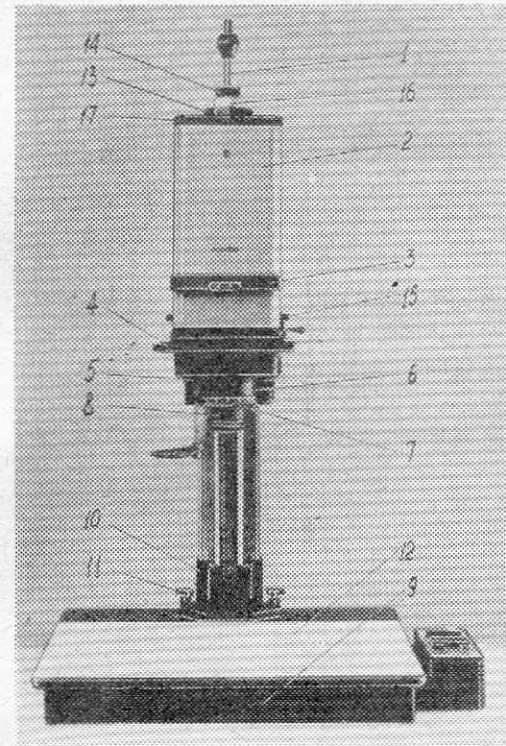
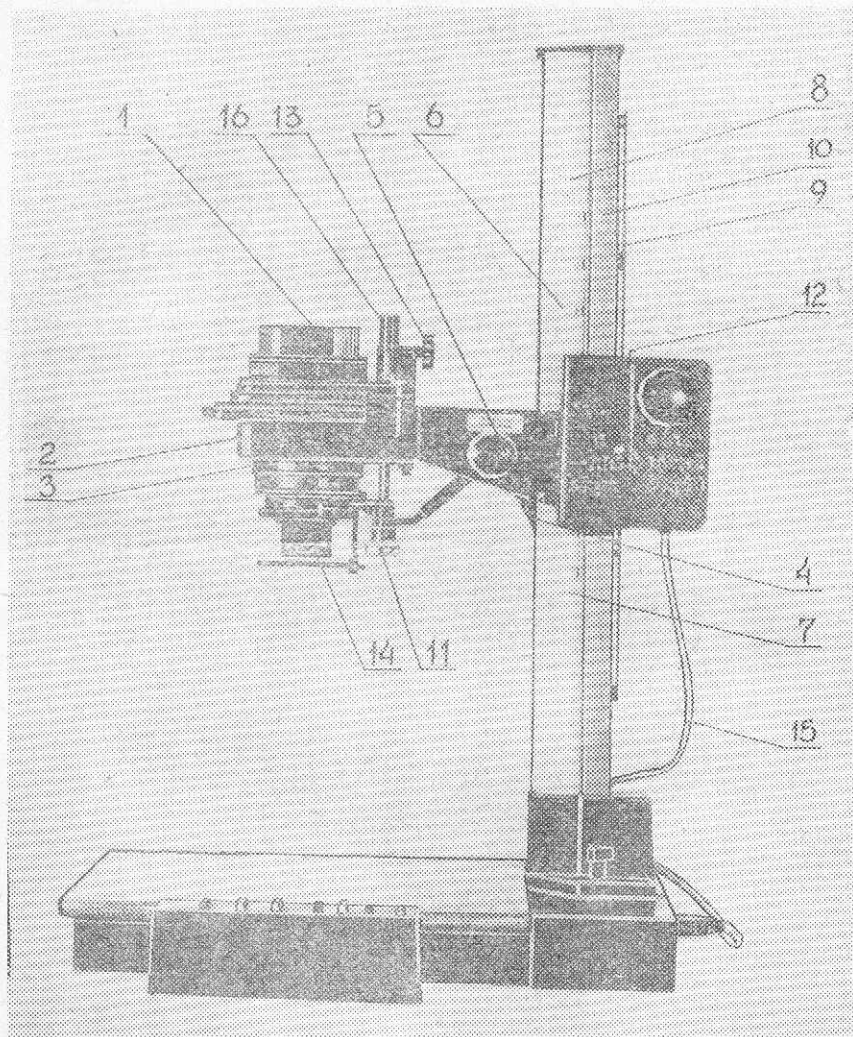

Рис. 2. Фотоувеличитель «Азов», вид спереди:
Рис. 3. Фотоувеличитель «Азов» без осветителя:
Проекционная головка 1 с кронштейном 2 перемещается вверх-вниз по штанге 4 с помощью электропривода 3. Штанга крепится к основанию 6 фотоувеличителя с помощью опоры 10 (рис. 2) и затягивается двумя рукоятками 11. Спереди к штанге крепятся два лекала 6 и 7 (рис. 3), закрытые с боков щитками 8 с оцифровкой масштаба увеличения.
В кронштейне 2 размещен двуплечный рычаг 4 (рис. 3) автофокусировки. Рукоятка 5 переключения автофокусировки с одного локала на другое выведена на боковую стенку кронштейна.
- снимите со стержня опоры 10 (рис. 2) гайку, шайбу и прокладку;
- закрепите штангу к основанию рукоятками 11 (рис. 2);
- отверните на кожухе осветителя 2 два невыпадающих винта 15 (рис. 2) и снимите кожух осветителя движением вверх;
- установите конденсор* 1 (рис. 3) на платформу 2;
- вставьте стакан с объективом в тубус 6 (рис. 2) так, чтобы выступы вошли в прорези на тубусе, а лапки выступов были направлены вниз, при этом обязательно белая канавка на лапке должна быть со стороны белого штриха на тубусе, поверните до упора и зафиксируйте двумя винтами, установленными на тубусе;
- отведите рычажок фиксатора 14 (рис. 3) тубуса и вращением тубуса (при этом он перемещается вверх или вниз) установите начальное положение объектива, соответствующее начальному положению автоматической фокусировки для данного объектива (для «Веги 5У» — приблизительно крайнее нижнее положение тубуса, для «Веги 11У» — приблизительно крайнее верхнее положение тубуса) и зафиксируйте это положение (стержень фиксатора должен войти в паз тубуса);
- установите рычаг 4 (рис. 3) автофокусировки на соответствующее лекало, (для «Веги 5У» — лекало 6, для «Веги 11У» — лекало 7), проделав следующие операции:
- освободите гайку 13 (рис. 2) и перемещайте фонарь 16 осветителя в горизонтальной плоскости;